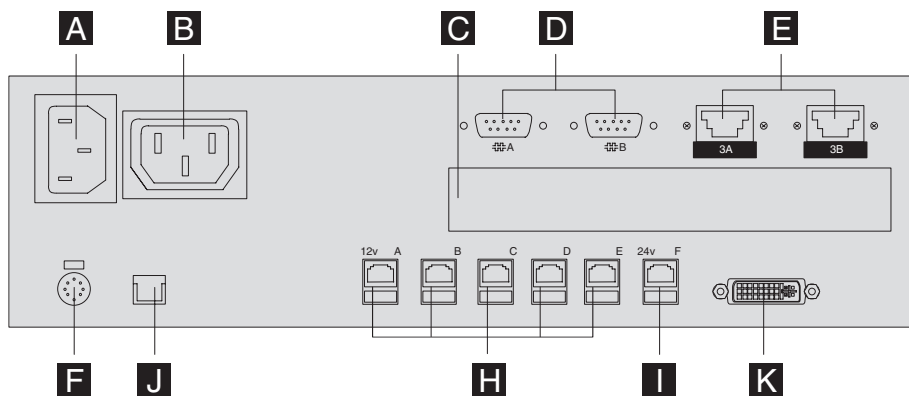
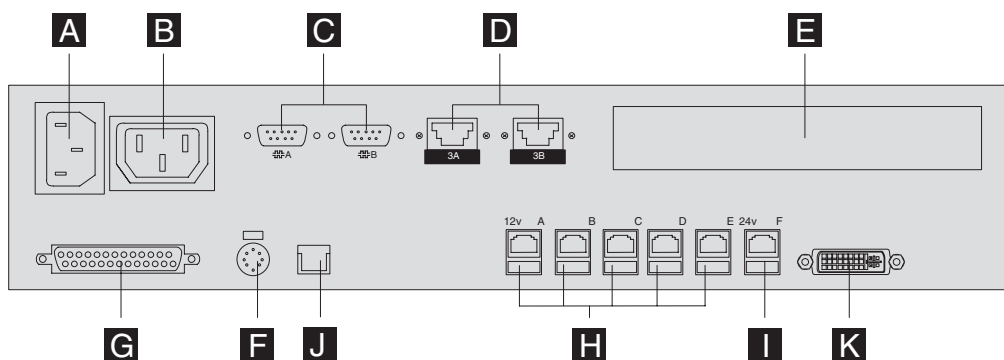
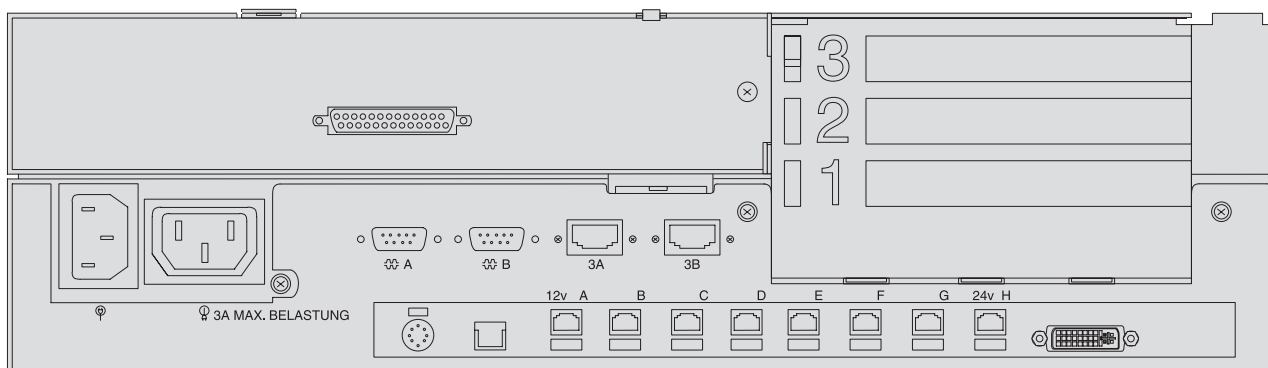
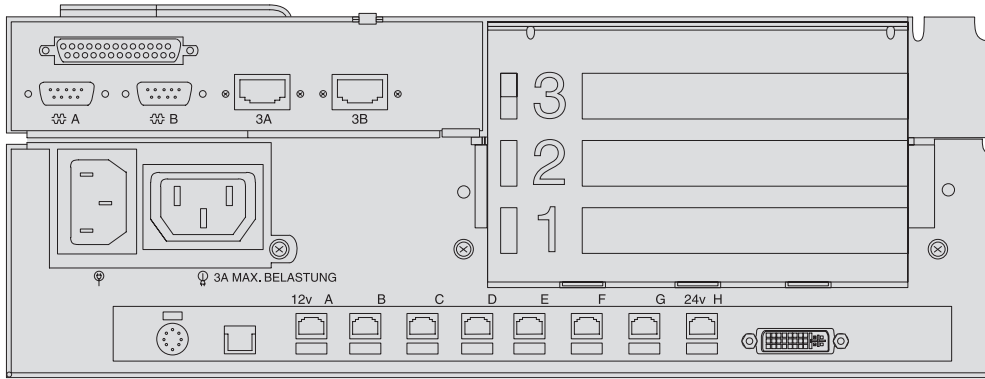

Abbildung 130. Rückseite von IBM SurePOS 730 Modelle 142/733
Abbildung 131. Rückseite von IBM SurePOS 730 Modelle 102/732
Abbildung 132. Rückseite von IBM SurePOS 750 Modell 242/753
Abbildung 133. Rückseite von IBM SurePOS 750 Modell 202/752
15. In Abb. 130, Abb. 131, Abb. 132 und Abb. 133 auf Seite 370 sind die Buchsen, über die die POS-Einheiten angeschlossen werden, mit einem X zu kennzeichnen. Dazu die in Anhang B, „Arbeitsblätter für die Kasseninstallation“, auf Seite 247 vorhandenen Arbeitsblätter mit den Anschluss- und Einheitsdaten verwenden.